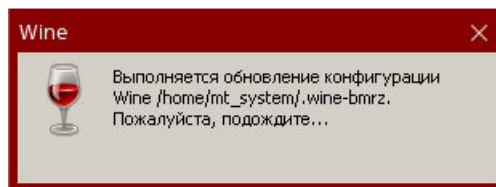

Рисунок 6
3.2.3 Запустить выполнение скрипта `installer.sh`, с помощью команды `sh installer.sh`. Дождаться окончания процесса установки пакета «Wine» (рисунок 6) и открытия окна установки программного комплекса "Конфигуратор-МТ".